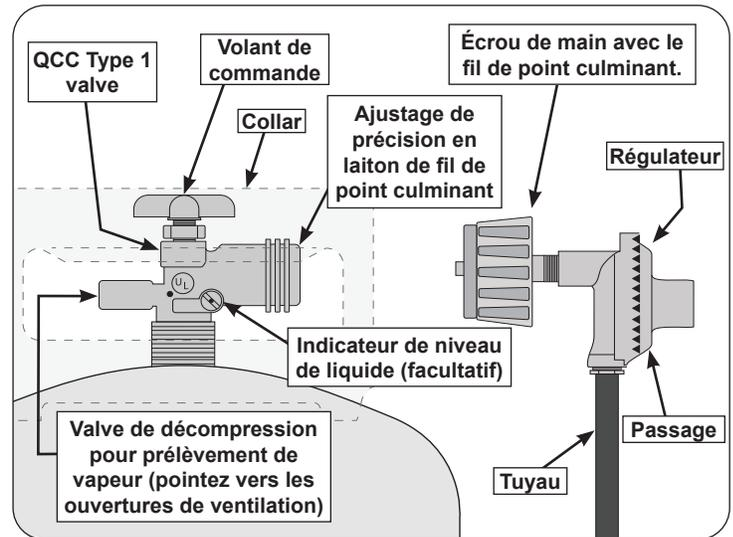

Fig. 8-1 Type coupleur de fil de point culminant d'I
- La bouteille utilisée doit comporter un collier pour protéger le robinet de la bouteille. Le système d'alimentation de la bouteille doit être conçu pour le retrait de la vapeur. Voir Fig. 8-1.
- Lorsqu'il est utilisé avec une bouteille, le système d'alimentation en gaz doit être utilisé avec un régulateur de pression. L'ensemble régulateur et le tuyau de pression (Fig. 8-1) fourni avec cet appareil de gaz à l'extérieur (**certains modèles LP seulement**) doit être utilisé. Les régulateurs de pression d'origine et de remplacement et les ensembles de tuyaux doivent être ceux spécifiés par le fabricant pour la connexion avec un dispositif de connexion de bouteille identifié comme Type I par l'ANSI Z 21.58/CGA 1.6 et doivent être conformes à UL 144 en tant que partie du gaz propane autonome système d'alimentation (voir la liste des pièces pour les informations de commande).
Pour déconnecter: tournez l'écrou à main dans le sens antihoraire jusqu'à ce qu'il soit détaché (Fig. 8-1)